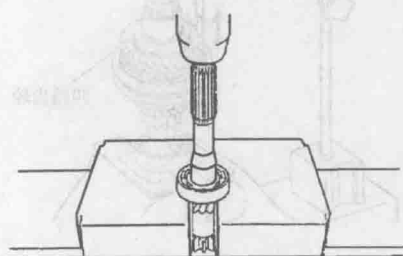

图 1-25 取下深沟球轴承
25) 用压力机取下深沟球轴承, 用手握住轴下端, 使其不能倒下, 如图 1-25 所示。